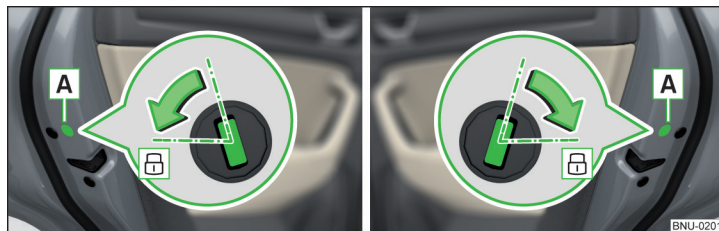

Fig. 274 Porta sinistra / porta destra
- › Nei veicoli con mascherina , rimuovere questa mascherina » fig. 274.